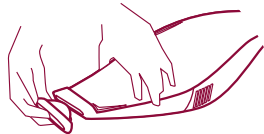

Fig. 8
- Breng mondstuk F aan om vloeistoffen op te zuigen. (fig. 8)